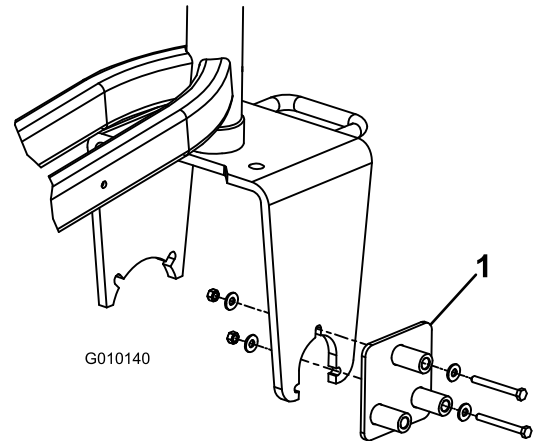

図 1
1. キャスタ・フォークの左側面に、ドリル・ガイドを取り付ける；5/16 x 3 in ボルト (2本)、3/8 x 7/8 ワッシャ (4枚) と、ナットを使用する。各コンポーネントは 図 1 のように組み付ける。